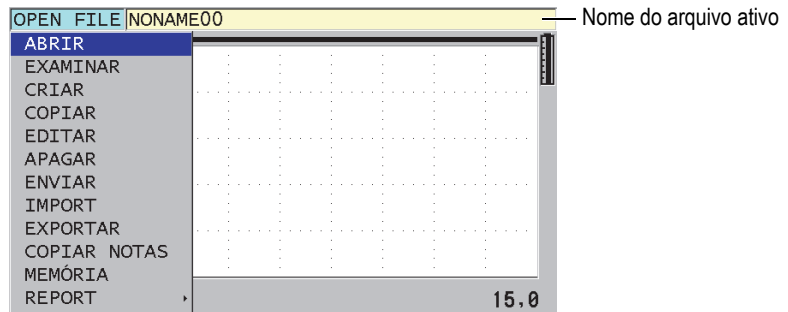

Figura 5-10 Nome do arquivo ativo exibido na barra de ID
O datalogger do 38DL PLUS é um sistema baseado em arquivos, onde um arquivo é aberto de cada vez. O arquivo ativo armazena uma medida em uma identidade (ID) baseada na localização da medida da espessura. Cada vez que a tecla **[SAVE/SEND]** é pressionada, o valor exibido é salvo no arquivo ativo na ID atual. O ID é automaticamente incrementado para a próxima medida. Quando se pressiona **[FILE]**, o nome do arquivo ativo aparece na barra de ID acima do menu (ver Figura 5-10 na página 87).